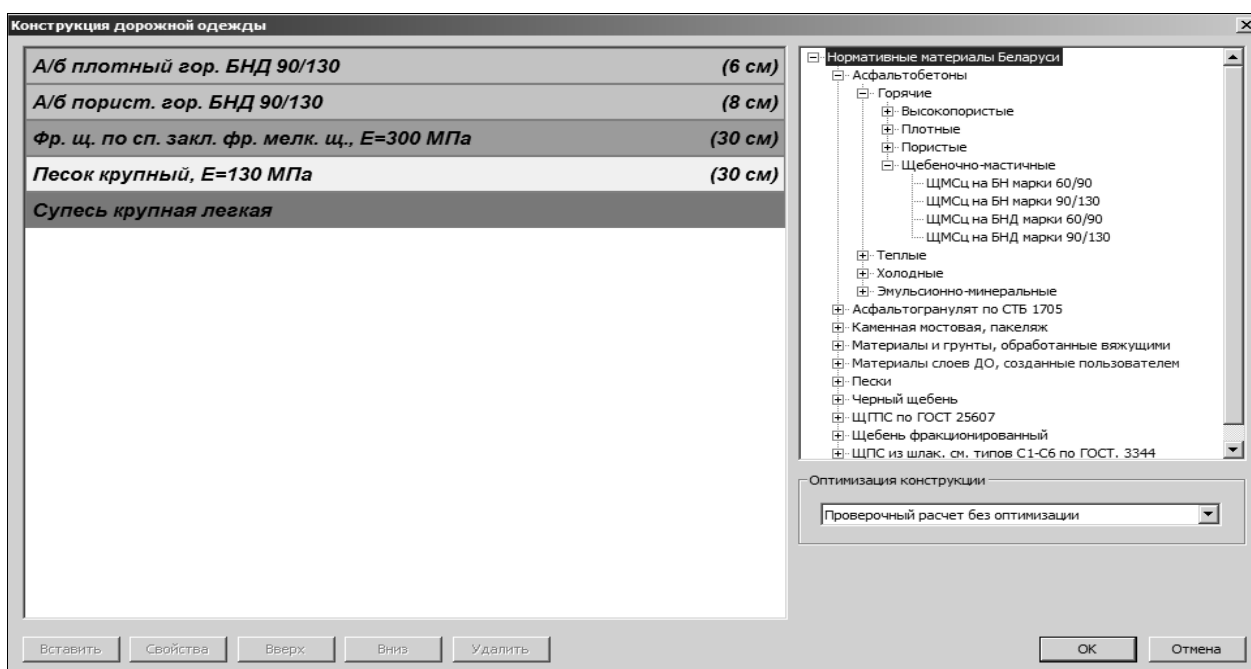

Рис. 10.9. Конструкция дорожной одежды
5. Вся работа по назначению конструкции дорожной одежды выполняется в окне диалога КОНСТРУКЦИЯ ДОРОЖНОЙ ОДЕЖДЫ, которое открывается при выполнении одноименной команды на панели инструментов или меню ДАННЫЕ. В окне диалога назначаются и выбираются материалы конструктивных слоев дорожной одежды из базы материалов, задаются толщины слоев, условия оптимизации (рис. 10.9).